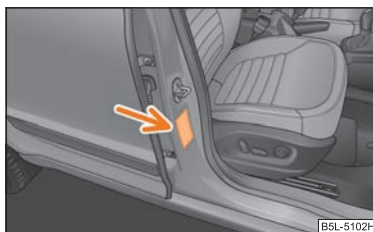

Fig. 146 Adhesivo en el montante central de la carrocería, lado del acompañante
- Este hecho lo indica también el adhesivo que se encuentra en el montante central de la carrocería del lado del acompañante ⇒ fig. 146. El adhesivo es visible al abrir la puerta del acompañante. Para algunos países se pega el adhesivo también en la visera parasol del acompañante.